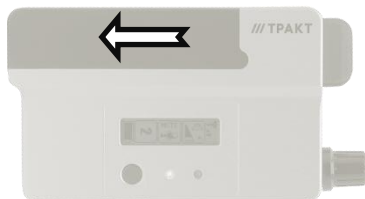

Рисунок 3.2 - Крышка
- Извлеките аккумуляторную батарею (Рисунок 3.2).